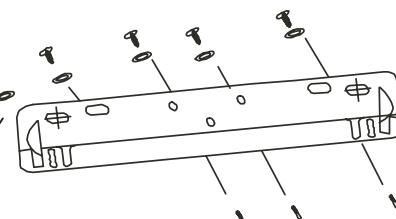

Рис. 6 – Крепление монтажной панели
- г) При помощи винтов дюбелей закрепите панель на стене (Рис. 6).